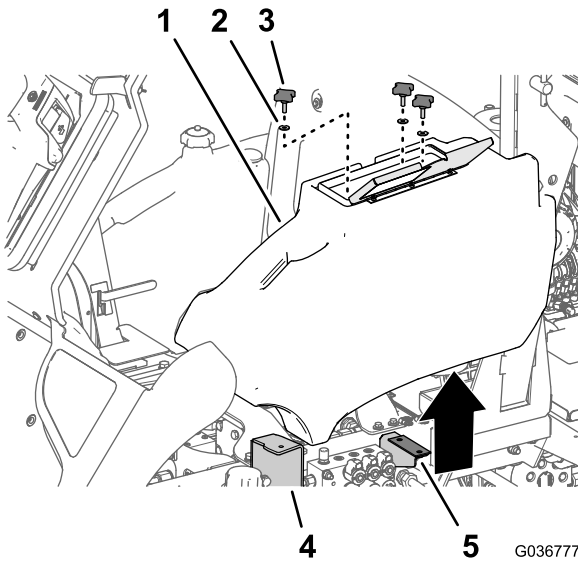

Figure 3
1. Ouvrez le couvercle du bac de rangement (Figure 3).
2. Desserrez et retirez les 3 boutons et les 3 rondelles qui fixent le bac de rangement au bord du marchepied et au support (Figure 3).
- Alignez les 3 trous dans le bac de rangement et le trou dans le bord du marchepied et les trous dans le support du bac de rangement ; voir la Figure 3 sous Dépose du bac de rangement (page 2).